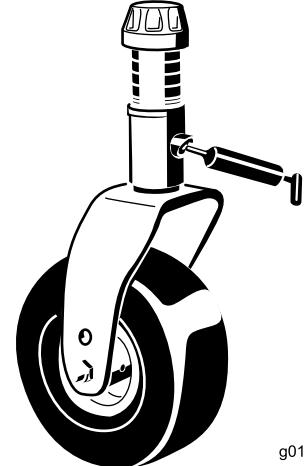

Figura 42
- Um casquinho de eixo da forquilha da roda giratória (Figura 42)